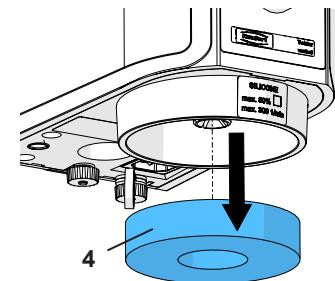

Fig. 12
- ⇒ Sortir le filtre éponge vers le bas (Fig. 12).
- ⇒ Dévisser le filtre fritté (13) en le tournant en sens antihoraire et l'enlever.